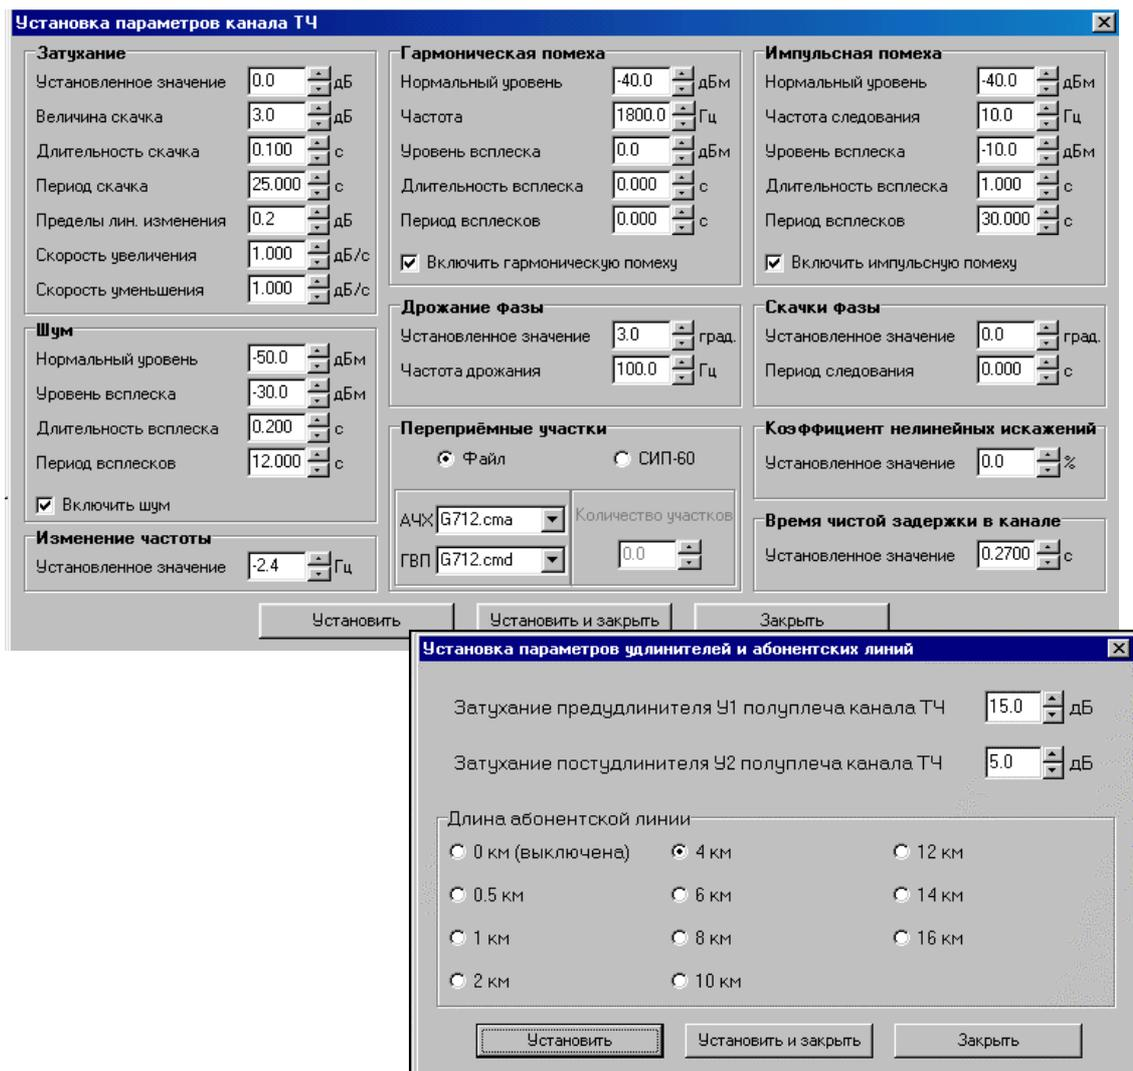
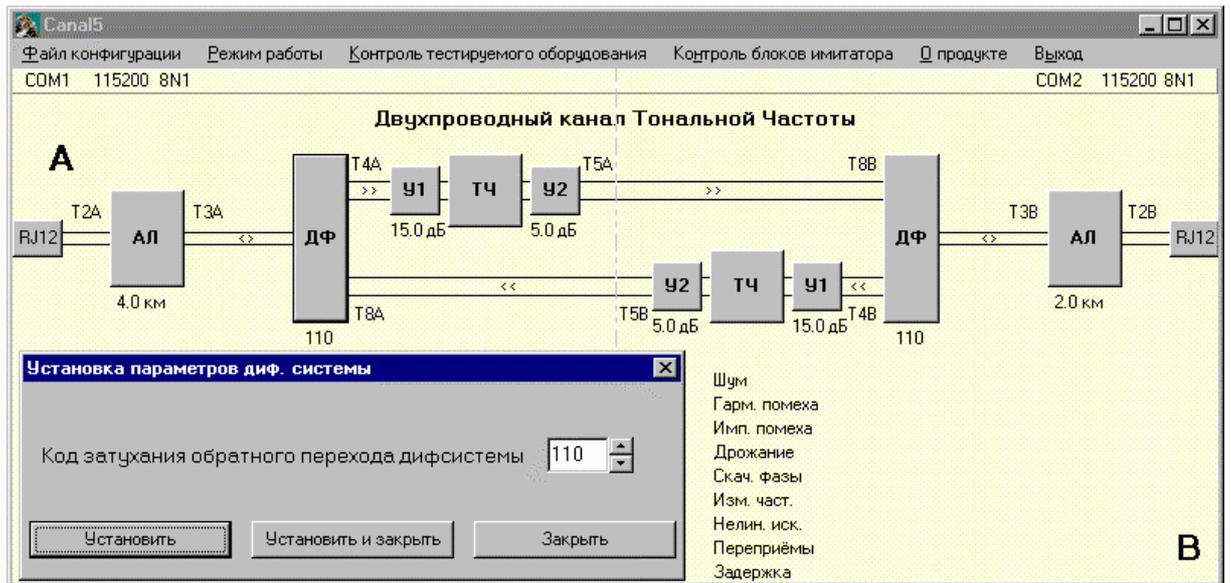

Рисунок 9. Установка параметров блоков четырехпроводного канала ТЧ, удлинителей и абонентских линий
Рисунок 10. Имитатор двухпроводного канала и установка параметров дифсистемы
Панели настройки параметров блоков (см. Рисунок 9, Рисунок 10, Рисунок 12) представляют собой совокупности полей настройки соответствующих параметров. Такими полями настройки являются:
- поля настройки числовых значений, например, на панели **Установка параметров канала ТЧ** (см. Рисунок 9) - *Установленное значение, Величина скачка, Длительность скачка* и т.д.; для задания значения могут быть использованы следующие действия:
- поля альтернативного выбора длины абонентской линии *0 км, 0.5 км, 1 км, 2 км,...* на панели **Установка параметров удлинителя и абонентских линий** (см. Рисунок 9) – выбор необходимой длины линии осуществляется посредством манипулятора "мышь" позиционируемого на необходимом поле с последующим нажатием левой кнопки "мыши";
- поля флага включения *Включить шум, Включить импульсную помеху, Включить гармоническую помеху* на панели настройки **Установка параметров канала ТЧ** (см. Рисунок 9) – нажатие на левую кнопку "мыши" при ее наведении на соответствующее поле включает (отображается символом \checkmark) или выключает генерацию шума или помех;
Для открытия панели настройки параметров блока следует переместить указатель в поле блока (АЛ, ТЧ, УД) и нажать левую кнопку "мыши". В режиме имитации четырехпроводного канала ТЧ могут быть произведены настройки параметров блоков каналов **А** и **В** на следующих панелях (см. Рисунок 9):
Выбор режима имитатора **Двухпроводный канал ТЧ** приводит к появлению на основной панели СПО соответствующей мнемосхемы (см. Рисунок 10). Открытие панелей настройки параметров блока производится аналогично настройке параметров в четырехпроводном режиме. На панели настройки блока **ДФ** **Установка параметров диф. системы** производится настройка дифсистем каналов **A** и **B** (см. Рисунок 10).